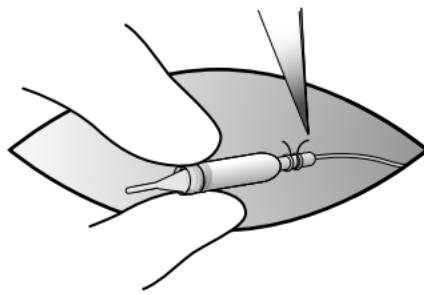

Afbeelding 2. Maak een incisie om de geleidingsdraad en de geleidingsdraadafdopper bloot te leggen.
2. Maak een incisie die groot genoeg is om de geleidingsdraad en de geleidingsdraadafdopper bloot te leggen. Houd de geleidingsdraad stevig vast als u de geleidingsdraadafdopper pakt en de geleidingsdraad op de verlengkabel aansluit (Afbeelding 2).